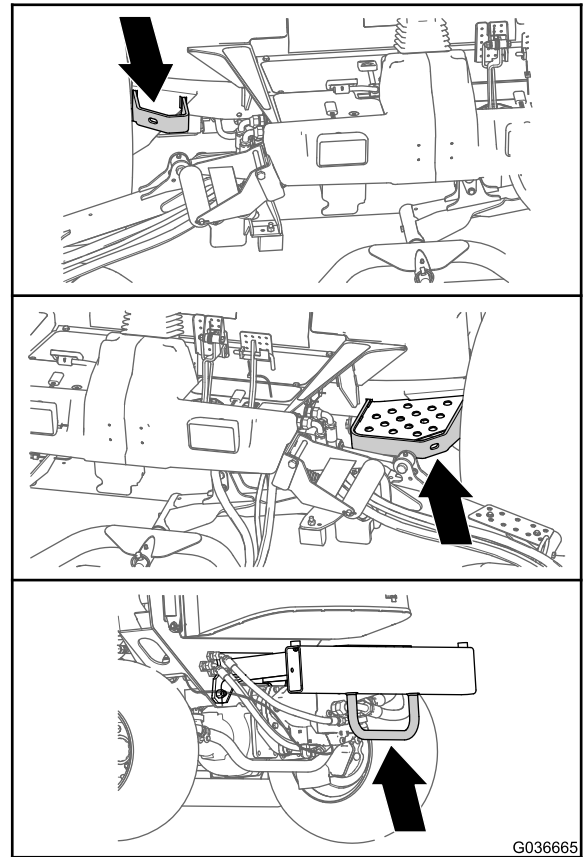

Figura 33
- En cada lado del bastidor, junto a la plataforma del operador. Figura 33
- En el parachoques trasero (Figura 33)